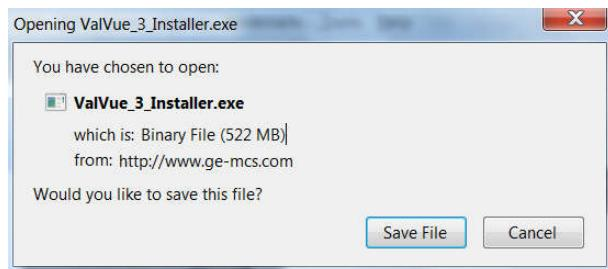

Рис. 30. Загрузка DTM
7. Щелкните ссылку. Будет отображен Рис. 30.